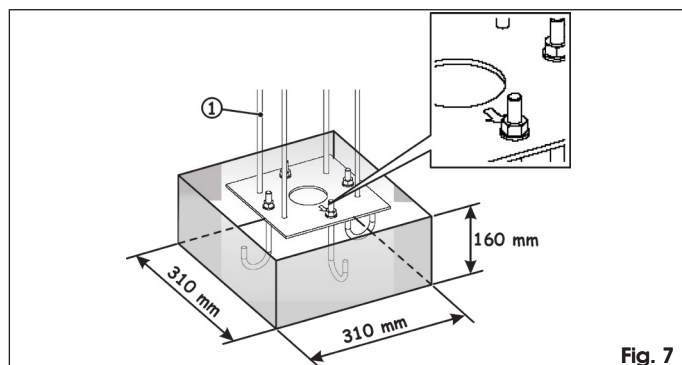

Fig. 7
2. Réaliser une base de fondation d'après la Fig. 7.
3. Visser les quatre tirants, Fig. 7 réf. ①, fournis dans les trous respectifs, avec les écrous soudés.
4. Sceller la plaque de fondation, d'après la Fig. 7, en prévoyant une ou plusieurs gaines pour le passage des câbles.